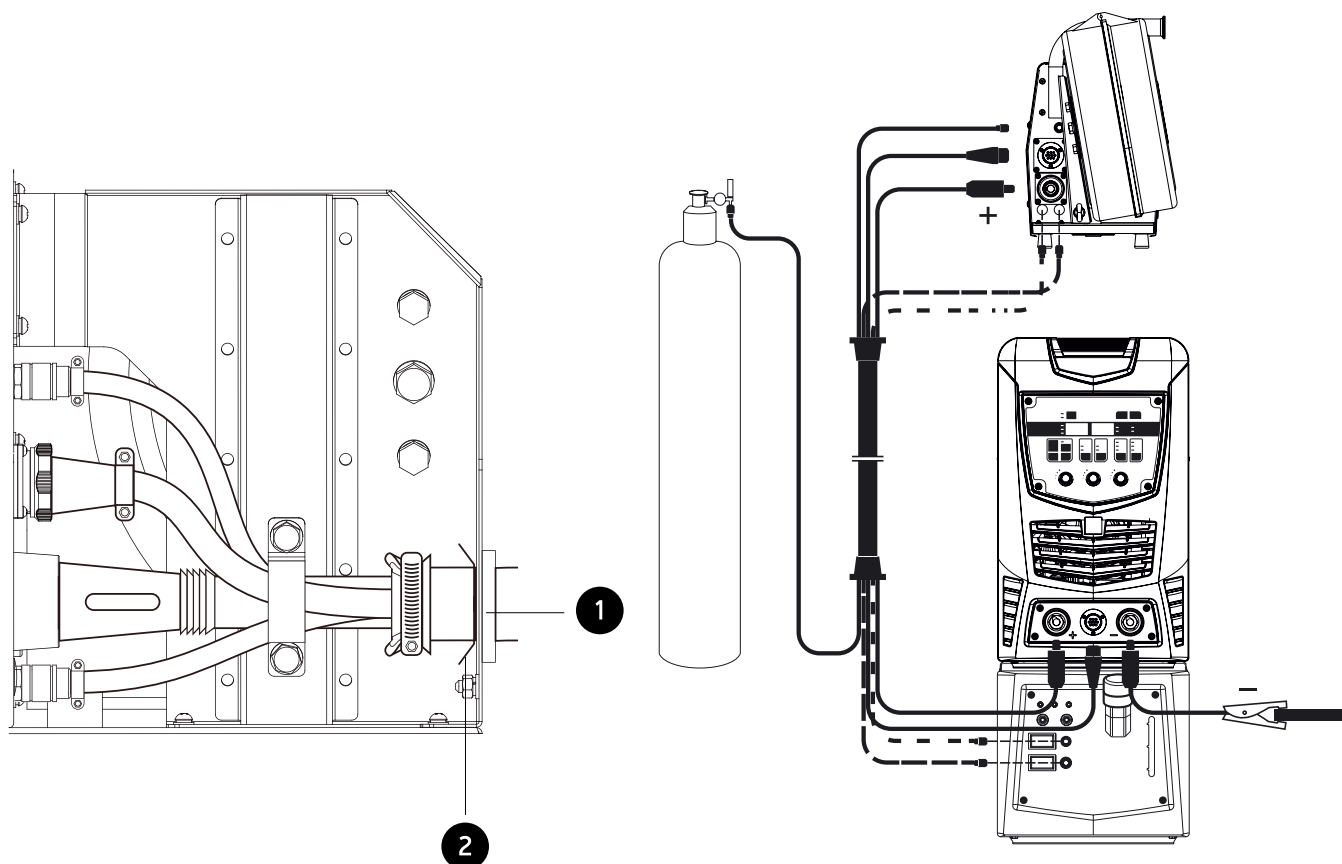

Рис. 4.1. Схема подключения механизма подачи сварочной проволоки
- Зафиксировать кабельный ввод 1 (рис. 4.1.) металлической скобой 2 (рис. 4.1.).